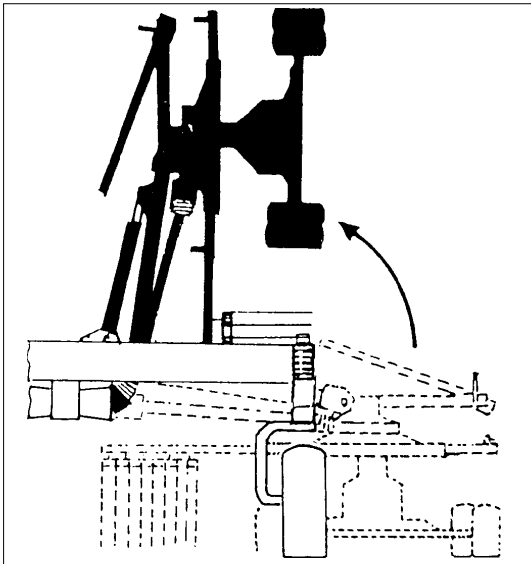
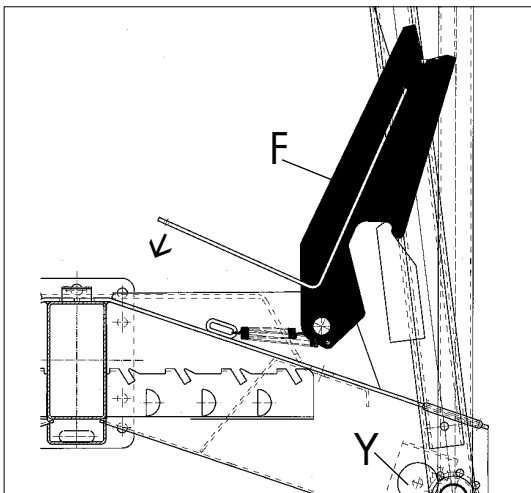

Bild 3-16
Bild 3-17
3. Absperrhahn der Hydraulikleitung öffnen, Seitenmaschinen mit der Schlepperhydraulik hochziehen (Bild 3-16), dabei mit dem schwarzen Entriegelungsseil die Hubbegrenzer freiziehen, bis die Segmente an den Hubarmen im Hubbegrenzer (F) einrasten (Bild 3-17) und beide Zugzylinder ganz eingefahren sind. Danach Absperrhahn der Hydraulikleitung wieder schließen, damit sich bei der Straßenfahrt durch versehentliches Entriegeln der Hubbegrenzer die Seitenmaschinen nicht absenken